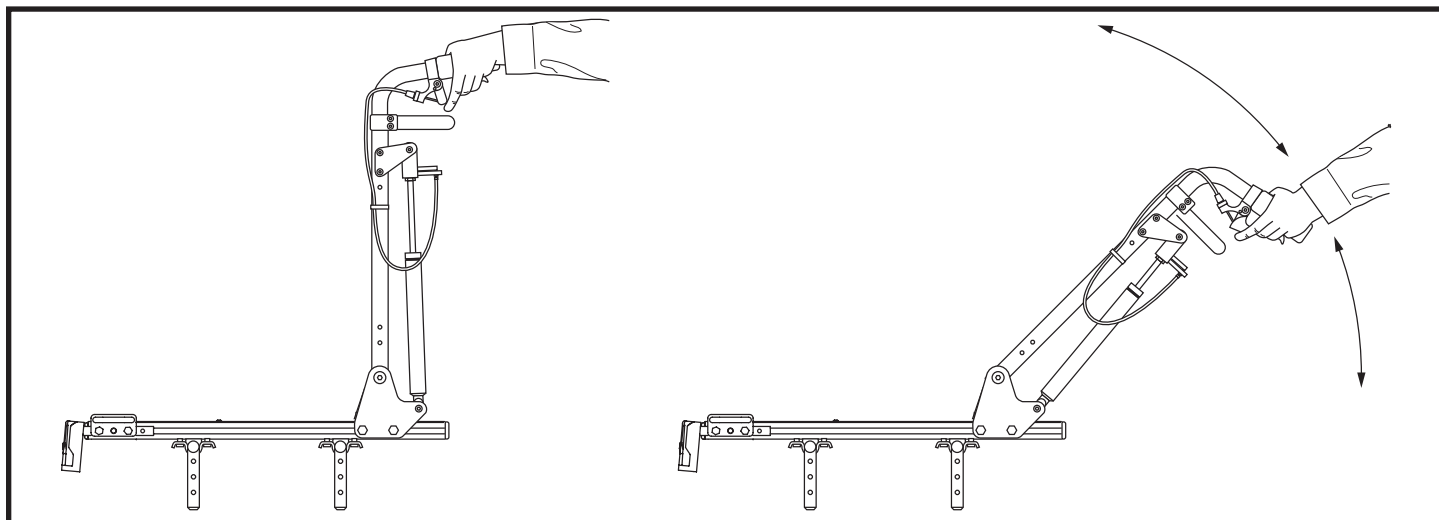

Figure 36. Réglage de l'inclinaison du dossier
2. Comprimez les deux poignées de déclenchement simultanément et positionnez le dossier dans l'inclinaison désirée. **Voir la figure 36.**